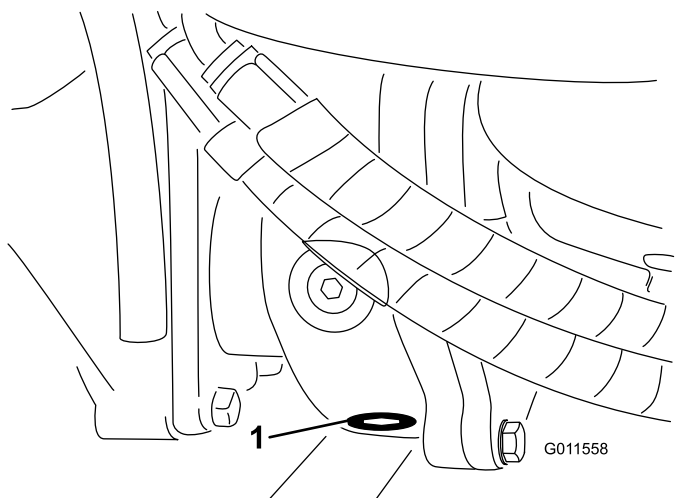

Figura 70
5. Limpie la zona alrededor del tapón de vaciado en la parte inferior de la caja de engranajes (Figura 70).